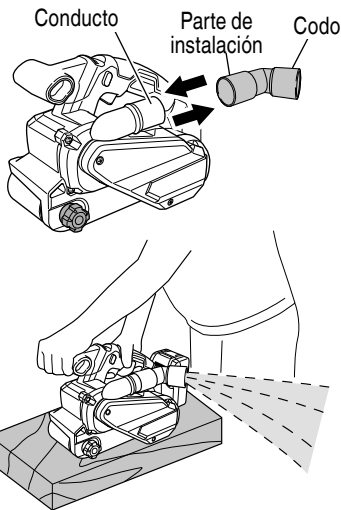

Fig. 11
6. Colocación y extracción del Codo (Fig. 11)